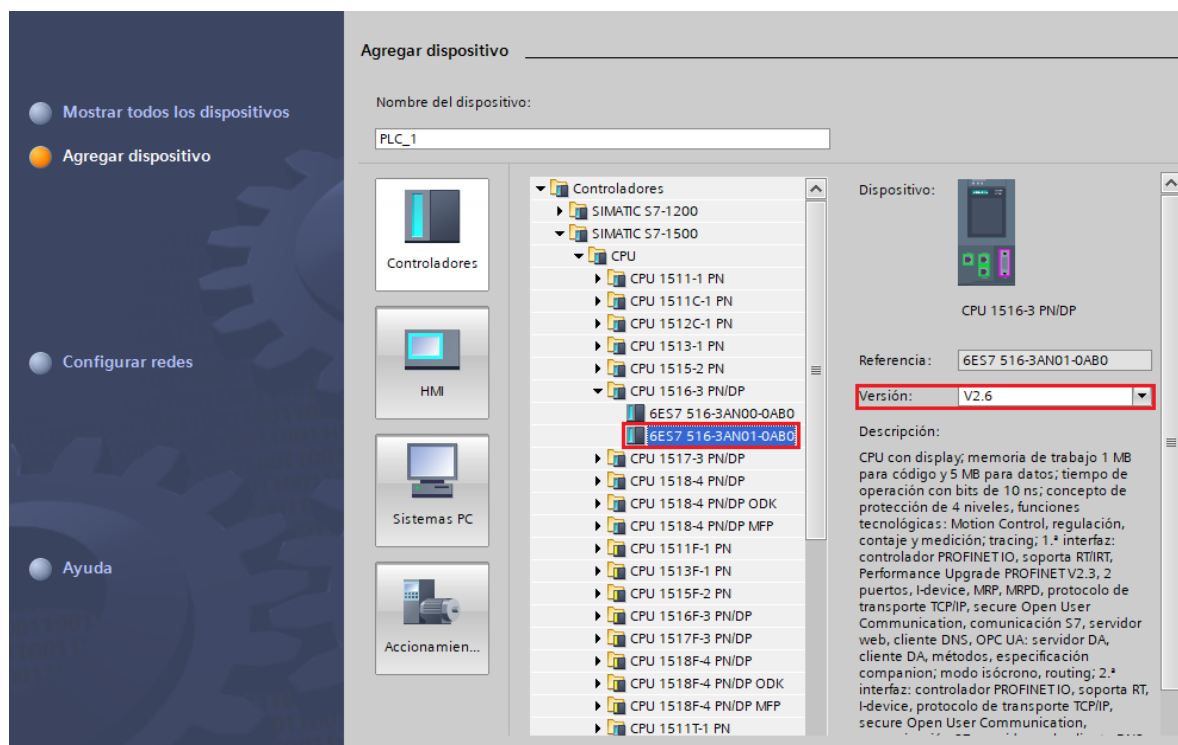

Figura 8: Agregar nuevo dispositivo.
- Para agregar el dispositivo dar clic sobre **“Controladores”** / **“SIMATIC S7-1500”** / **“CPU”** / **“CPU 1516-3 PN/DP”** / **“6ES7 516-3AN01-0AB0”**. En la opción versión ubicada en la parte derecha, escoger la opción **“V2.6”** (ver Figura 8).